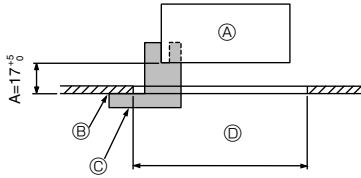

Fig. 9-2
①	Izgara	1	950 × 950 (mm)
②	Mahpus rondelalı vida	4	M5 × 0,8 × 25
③	Geyç	1	(dört bölmeli)
④	Tutturucu	3
⑤	Vida	4	4 × 8
⑥	Vida	1	4 × 12
⑦	Kablosuz uzaktan kumanda	1	PLP-6BALM, PLP-6BALME için
⑧	Kablolu uzaktan kumanda	1	PLP-6BAMD, PLP-6BAMDE için
⑨	i-see sensor köşe paneli	1	PLP-6BAE, PLP-6BAMDE, PLP-6BALME için
9.2. Izgarayı takma hazırlığı (Fig. 9-2)